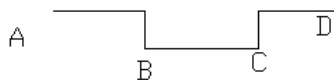
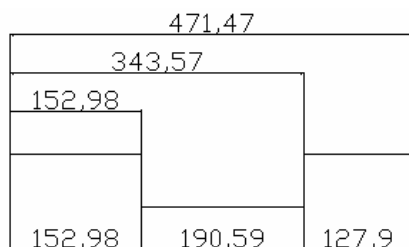

图 6-35
图 6-36
(1) 有一线段如图 6-35 所示,现要求标注的结果如图 6-36 所示: